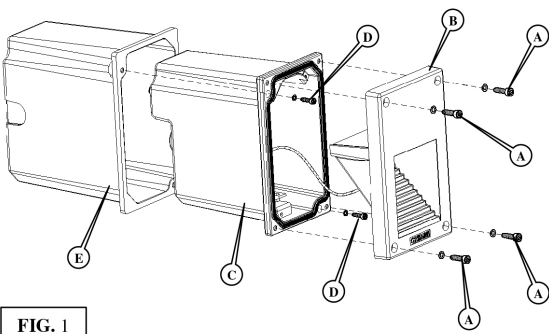

FIG. 1
(I) FIG.1 Aprire il vano ottico svitando le 4 viti M4 (A) che fissano la copertura (B) con il corpo pressofuso (C). Togliere poi le due viti M3 (D) che fissavano il corpo (C) alla cassaforma (E). Per agevolare l'installazione è possibile scollegare il cavo di messa a terra togliendo la rondella zigrinata e la vite M4 sulla copertura (B). Ricordarsi di ricollegarlo prima di chiudere definitivamente l'apparecchio.
(F) FIG. 1 Ouvrir le boîtier optique en dévissant les 4 vis M4 (A) qui fixent le couvercle (B) au corps moulé sous pression (C). Enlever ensuite les deux vis M3 (D) qui fixent le corps (C) au coffrage (E). Pour faciliter le montage, débrancher le câble de terre en enlevant la rondelle moletée et la vis M4 sur le couvercle (B). Ne pas oublier de le rebrancher avant de refermer définitivement l'appareil.
(D) ABB. 1 Das Leuchtgehäuse öffnen, indem die 4 M4-Schrauben (A) gelöst werden, mit denen die Abdeckung (B) am Druckgusskörper (C) befestigt ist. Anschließend die beiden M3-Schrauben (D) entfernen, mit denen der Körper (C) an der Schalung (E) befestigt war. Um die Installation zu erleichtern, kann das Erdanschlusskabel getrennt werden, indem die Rändelscheibe und die M4-Schraube von der Abdeckung (B) entfernt werden. Bevor das Gerät endgültig geschlossen wird, daran denken, es wieder anzuschließen.
(E) FIG. 1 Abra el compartimento óptico destornillando los 4 tornillos M4 (A) que fijan la tapa (B) al cuerpo fundido a presión (C). A continuación, quite los dos tornillos M3 (D) que fijaban el cuerpo (C) al encofrado (E). Para facilitar la instalación, es posible desconectar el cable de toma de tierra quitando la arandela moleteada y el tornillo M4 de la cubierta (B). No olvide volver a conectarlo antes de cerrar definitivamente el aparato.